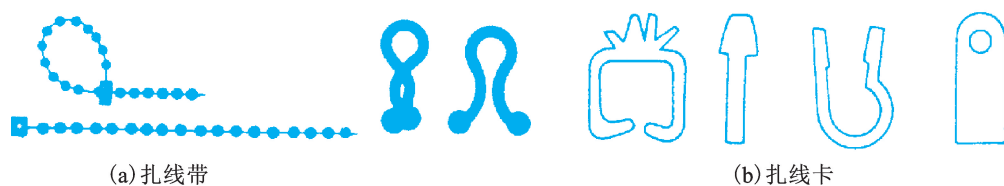

图 1-2-41 扎线带和扎线卡
布线就是如何安排导线的布局,扎线就是把导线捆扎起来,布线的好坏直接影响到电子产品的特性和可靠性,扎线可防止连接导线的杂乱无章,使产品整齐美观。布线的注意事项如下:①在不影响组装、调整、维修的前提下,要以最短的距离布线。②尽量沿地线附近走线。③交流电源线和信号线不要平行走线。④接地点尽可能集中在一起。⑤连线不要形成环路,以免产生感应电流。⑥连线要离开发热体,以免烧坏导线绝缘层。⑦不要在元器件上面走线,这有碍于调整和更换元器件。常见的扎线用品有扎线带、扎线卡,如图 1-2-41 所示。